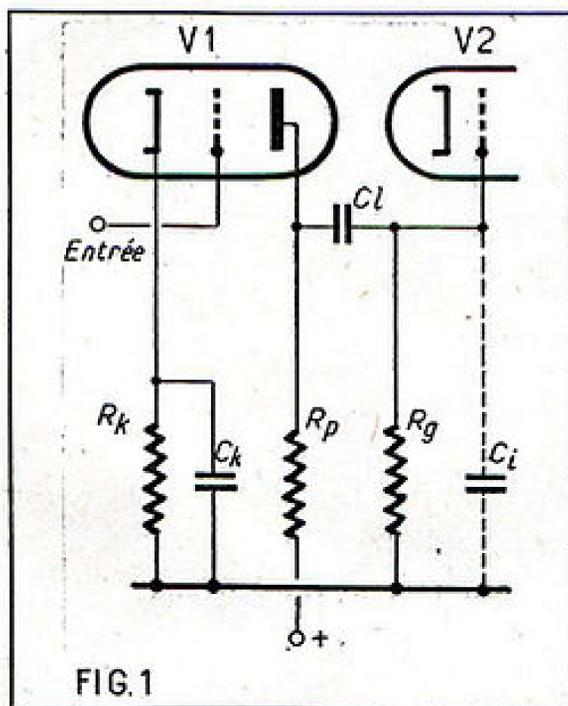
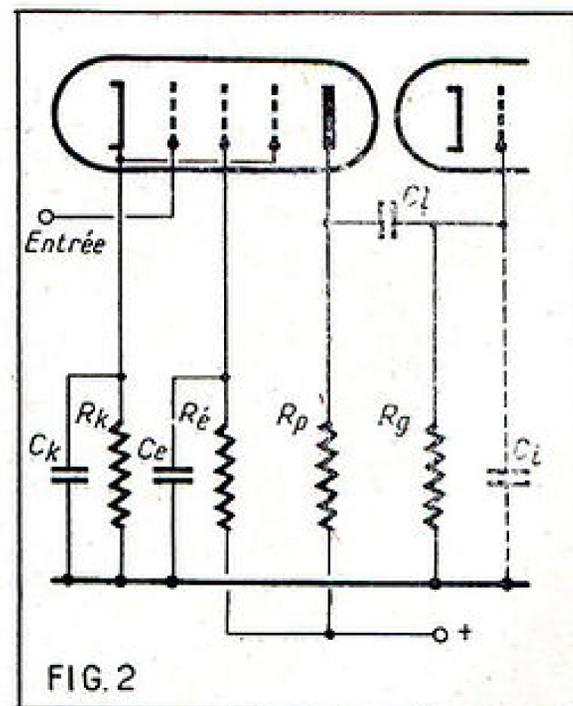

FIG. 1
FIG. 2
Le premier (fig. 1) comporte une préamplificatrice penthode (V₁), qui n'est utilisée que pour le canal « micro », suivie d'une double triode (V₂) dont l'une des grilles est attaquée par les tensions B.F. en provenance de V₁, tandis que l'autre est réunie directement à l'entrée PU.
Le montage de la figure 1 peut être réalisé avec des lampes très différentes et les seuls éléments dont la valeur varie suivant les tubes utilisés sont les résistances R₃, R₄, R₅, R₇, et R₈. Le tableau ci-après donne la valeur de ces résistances pour un certain nombre de lampes courantes.
Enfin, l'amplificateur de la figure 1 peut précéder, soit une lampe finale seule :
Le deuxième schéma, celui de la figure 2,
Le schéma de la figure 2 est établi avec sortie vers l'étage suivant par transformateur (T), ce qui permet, notamment, d'attaquer un étage final push-pull sans avoir recours à une lampe de déphasage. Mais il est évident qu'il est également possible d'adopter une liaison par résistances-capacité, comme pour le tube V₂ de la figure 1. Dans ce dernier cas, la résistance R₁₁ et le condensateur C₇ (fig. 2) subsisteront, mais il sera prévu une résis-
Notre figure 1 donne le schéma de principe d'une liaison RC pour des tubes triodes.
Notre figure 2 donne le même montage avec pentode où se retrouvent les mêmes éléments que dans le montage triode.
tance de charge, telle que Rg de la figure 1, et qui aura la même valeur pour les mêmes tubes. La résistance de polarisation R10 (fig. 2) aura la même valeur que R7 de la figure 1.
Le schéma de la figure 4 nous donne une idée sur la façon de réaliser un tel étage préamplificateur et nous pourrions utiliser comme lampe (V1) une triode 6AV6, 6AT6 ou EBC41. La valeur des résistances R4 et R5 sera la même que celle des résistances R4 et R5 du schéma de la figure 2, pour les mêmes lampes.
Lorsque dans des bureaux deux écouteurs sont branchés sur le même poste et que l'on veut cependant garder le secret à ces postes, on peut y arriver avec une simple ligne à deux fils en adoptant le montage illustré par le schéma de principe de la figure 1. Il utilise deux diodes au germanium 0A50 ou 1N34, ou deux redresseurs secs qui, on le sait, offrent pour un sens du courant une très faible résistance
senté sur la figure 1 pour application au téléphone (à noter qu'une seule voie a été représentée pour simplifier) peut être utilisé dans d'autres cas de commande alternative de deux circuits qui doivent être alimentés par une seule source de courant continu et c'est pourquoi il est intéressant pour les radioélectriciens de le connaître.